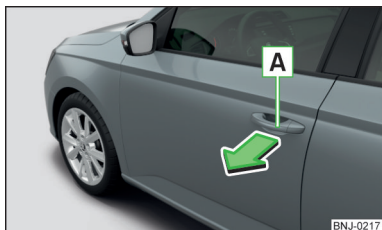

Abb. 33
- Zum **Öffnen von außen** das Fahrzeug entriegeln und am Türgriff **A** in Pfeilrichtung ziehen » Abb. 33.